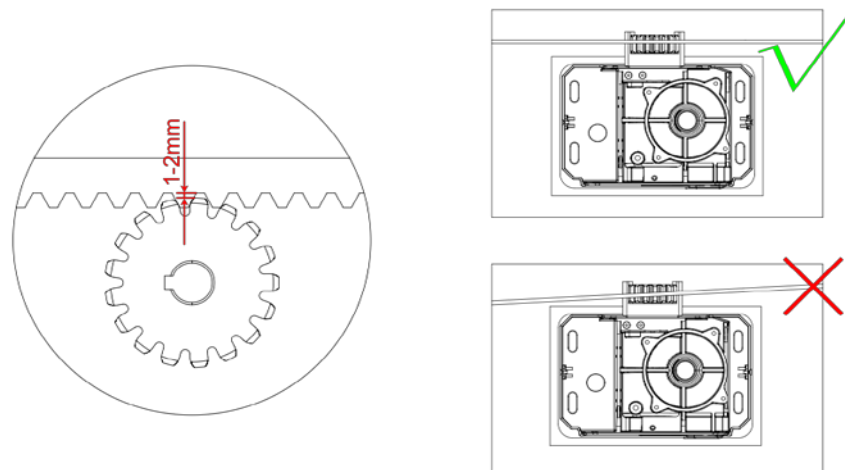

Figura 14
- Asegúrese de que el engranaje de salida tenga una holgura mínima de 1 a 2 mm en toda la longitud de la cremallera instalada en la cancela (según la Figura 14)
- Asegúrese de que el engranaje de salida y la cremallera estén correctamente alineados. Bajo ninguna circunstancia el engranaje de salida del abridor de portones debe cargar con el peso del portón. Es tarea de las ruedas o ruedas de la puerta soportar el peso de la puerta (según la Figura 14).